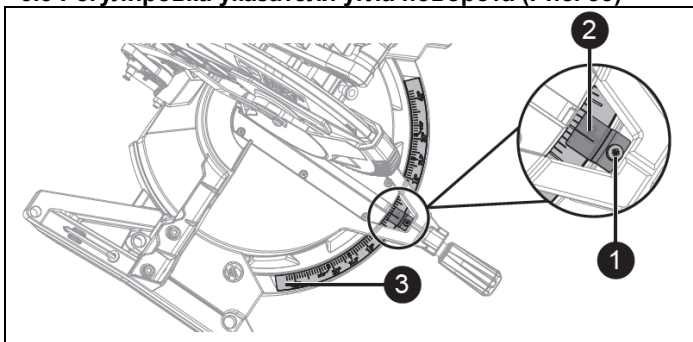

Рисунок 35
**6.3 Регулировка указателя угла поворота (Рис. 35)**